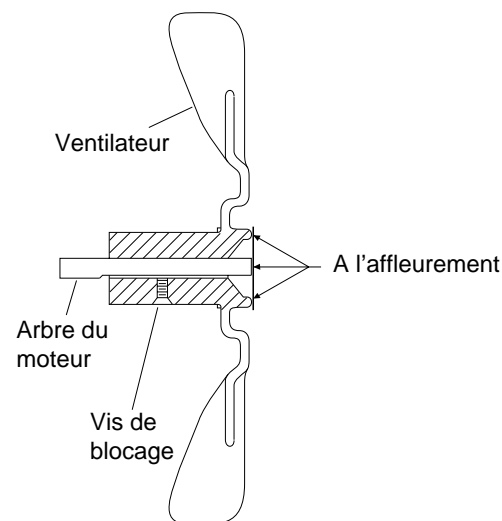

Figure 10 - Coupe du ventilateur
6. Remontez le ventilateur sur l'axe du moteur. Placez le moyeu du ventilateur à l'affleurement de l'arbre (voir Figure 10).